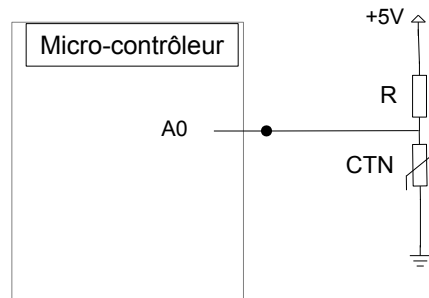

FIGURE 2.8: Montage diviseur de tension pour la CTN
**Montage diviseur de tension** En utilisant le +5V de la carte, réalisez un montage diviseur de tension comme indiqué figure 2.8 en prenant  $R = 100\text{ k}\Omega$ . Vous utiliserez l'entrée analogique A0 de la carte pour mesurer la tension aux bornes de la résistance. Pour une variation de température de 25 à 30°C, calculez les valeurs de thermistance attendues et les valeurs de tension correspondantes sur l'entrée A0 de la carte.